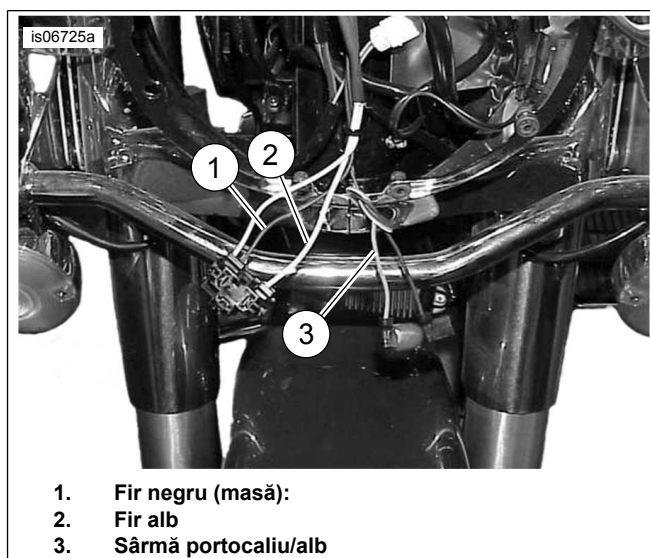

Figura 21. Firele pentru conexiunile transmițătorului (2013-anterioare FLTR)
- Modelele FLHR Touring 2013-și anterioare:**A se vedea figura 21. tăiați cablurile negru (1) și alb (2) de la far **în interiorul nacelei**, decalând puțin lungimile pentru a evita atingerea secțiunilor.